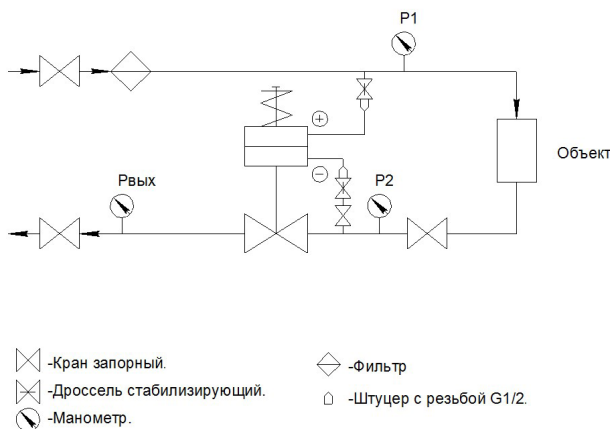

Рисунок 4
- установить два штуцера из комплекта регулятора на подающий и обратный трубопроводы согласно схеме подключения регулятора (рис.4) в местах, удобным для подсоединения импульсных линий. Штуцеры вкручивается в запорные краны (внутренняя резьба G 1/2) на отводах трубопровода;